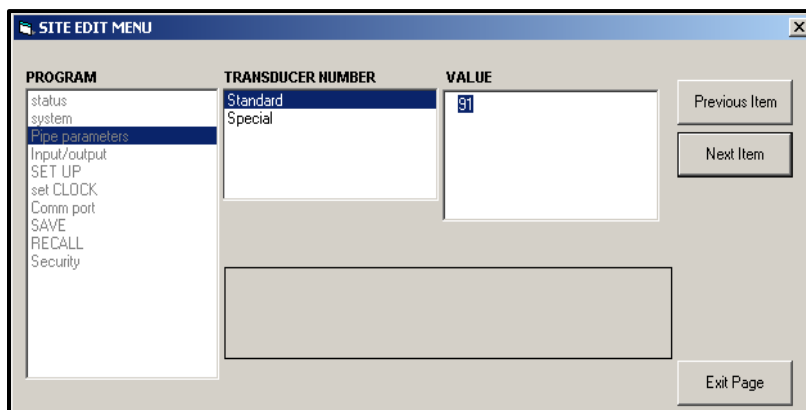

Рисунок 38: «Pipe Parameters» (Параметры трубопровода) в меню «Site Edit» (Редактирование файла объекта)
- Выделите и дважды щелкните нужный пункт в левой области. На рис. 38 показан первый пункт (Transducer Number) в разделе Pipe Parameters (Параметры трубопровода). В строке заголовка над центральной областью указан выбранный параметр. В самой центральной области отображаются доступные настройки для этого параметра.